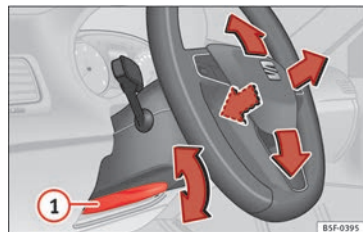

Fig. 16 Levier sur la partie inférieure latérale gauche de la colonne de direction.
• Régler la position du volant : tirez le levier » **fig. 16** ① jusqu'en bas, déplacez le volant sur la position désirée puis remontez le levier en position de verrouillage.